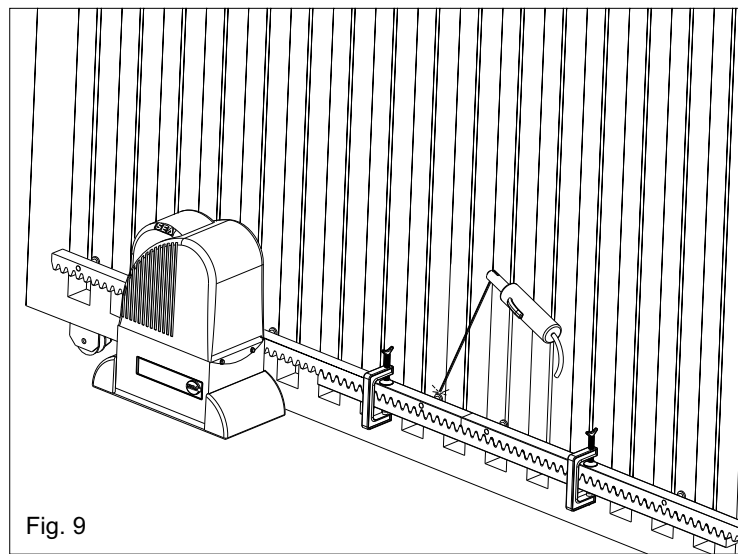

Fig. 9
**5.4.** Controlar que todos lo elementos de la cremallera resulten perfectamente alineados y posicionados correctamente (dentaduras en fase). Se aconseja de contraponer a dos elementos sucesivos un tercer elemento como indicado en la Fig. 9;